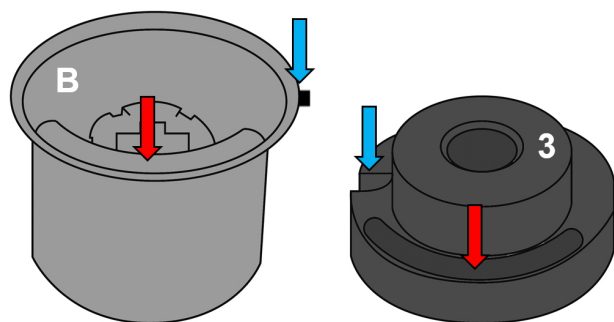

Fig. 2
2. Pour un positionnement correct de la douille, alignez l'évidement dans la pièce de pression de montage (3) avec la goupille de la nouvelle douille (Fig. 2).